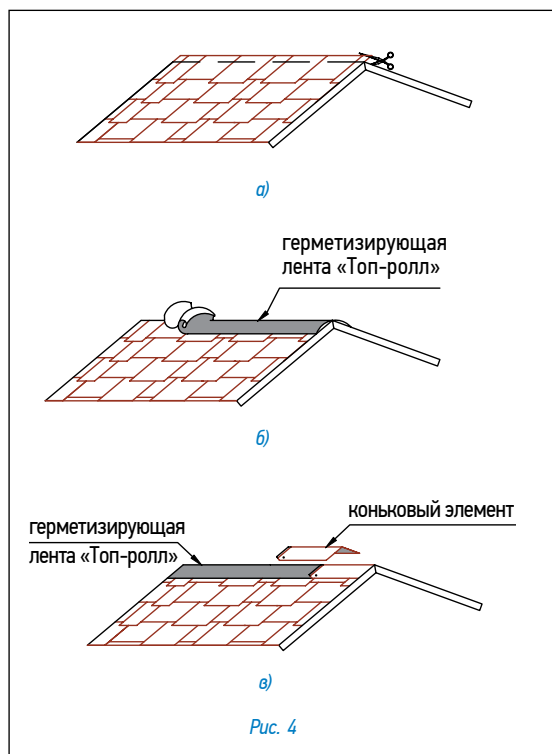

Рис. 4
Конек (рис. 4)
- Верхний ряд черепицы доводится до линии конька (ребра), выступающие части листов обрезаются (рис. 4а);
- линии коньков и ребер герметизируются специальной самоклеящейся лентой «Топ-ролл» (рис. 4б);
- далее устанавливаются внахлест специальные коньковые элементы (направление укладки по преимущественному направлению ветра). Каждый коньковый элемент плотно прижимается к основанию кровли и фиксируется двумя гвоздями из нержавеющей стали длиной 35 мм, которые перекрываются следующим коньковым элементом (рис. 4в).
Верхний ряд черепицы доводится до линии конька (ребра), его выступающая часть перегибается через конек и фиксируется на противоположном скате. Коньковые элементы нарезаются непосредственно из листов черепицы по линиям вырезов и подкраиваются в форме трапеции (рис. 4). Полученные таким образом элементы укладываются внахлест на коньки и ребра (направление укладки по преимущественному направлению ветра). Каждый коньковый элемент фиксируется двумя гвоздями из нержавеющей стали, которые перекрываются следующим коньковым элементом.